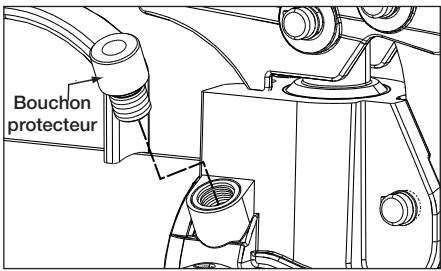

Figure 13, Soupape de retour
- Sur les modèles P-77, P-80, P-801 et P-84, la soupape de retour est située sur le côté de la tête de la pompe. Voir Figure 13.